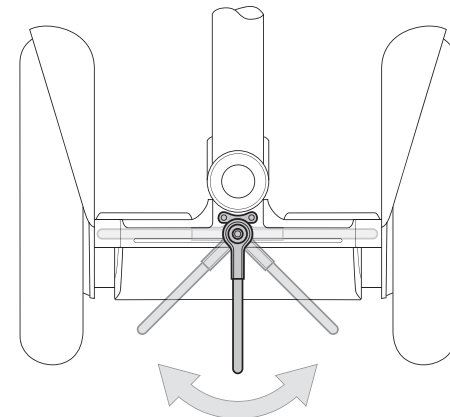

Figura 3. Cómo extender y retraer el caballete
4. Para retraer el caballete, incline el PT hacia atrás y gire el resorte hacia arriba con su pie. Asegúrese de que escuchar el chasquido que indica que el caballete se ha retraído correctamente. Consulte la figura 3.